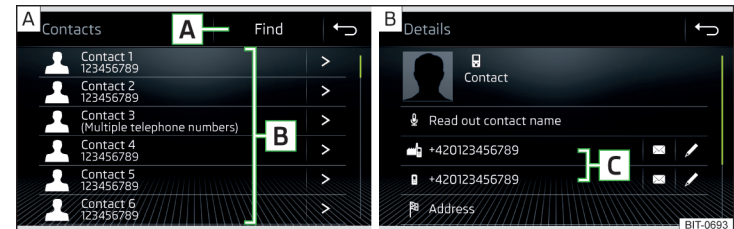
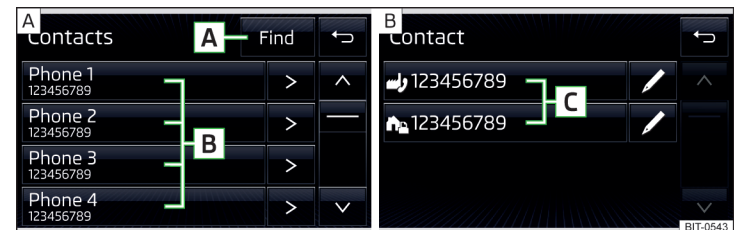

Abb. 169 Amundsen, Bolero: Liste der Telefonkontakte / Kontaktdetails
Abb. 170 Swing: Liste der Telefonkontakte / Kontaktdetails
- › Im Hauptmenü *Telefon* die Funktionsfläche  antippen, es wird eine Liste der Telefonkontakte angezeigt » Abb. 169 bzw. » Abb. 170 - .